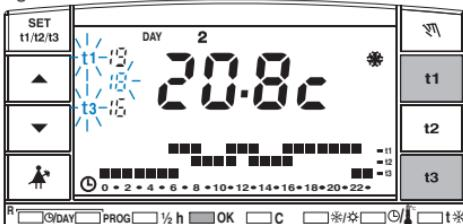

fig. 2
a) Per fissare entrambi i limiti di temperatura: premere il tasto **t1**, quindi premere il tasto **t3**; sul display si bloccano i rispettivi valori con a fianco i simboli lampeggianti **t1** e **t3**. Premere il tasto **OK** per confermare (fig. 2): il cronotermostato torna al programma di funzionamento in corso.